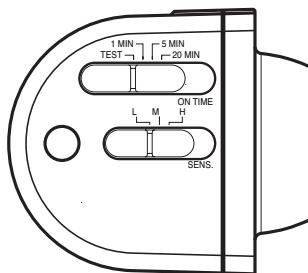

Figure 7
- Placez le commutateur de sensibilité (SENS) en position « LO » et le commutateur de fonctionnement (ON-TIME) en position TEST (voir la Figure 7).